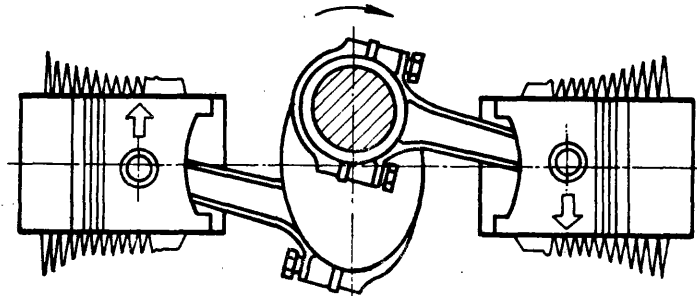

Fig. 8
- *Motores de cilindros opuestos.* Los cilindros están dispuestos en el block formando un ángulo de 180° (fig. 8). Esto permite un funcionamiento más equilibrado del motor.